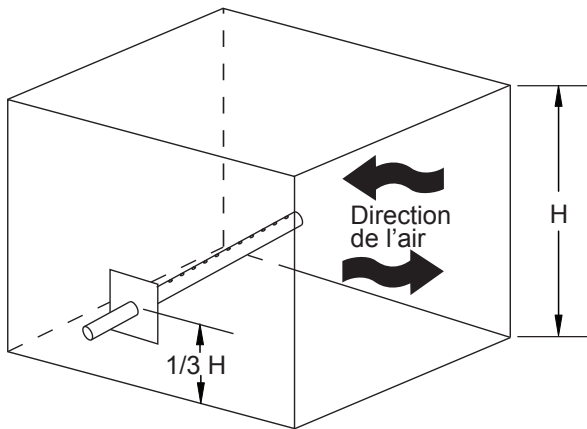
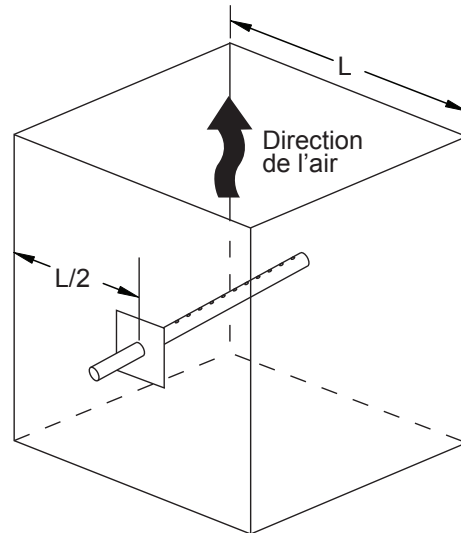

Fig. 14a CONDUIT HORIZONTAL
Fig. 14b CONDUIT VERTICAL
Une fois que l'endroit approprié a été trouvé, faites un trou d'insertion de 1-1/8" dia. dans le conduit d'air chaud pour recevoir le diffuseur de vapeur. Pour un conduit horizontal, percez le trou de 1-1/8" dia. au tiers inférieur de la hauteur du conduit. Voir Fig. 14a. Pour un conduit vertical, percez le trou de 1-1/8" dia. au milieu de la largeur du conduit. Voir Fig. 14b.
NOTE: Un tuyau à vapeur de 2 pieds est fourni avec l'unité et donc la distance entre le module de distribution et le générateur de vapeur devrait être inférieure à 2 pieds, voir figure 14a. Thermolec peut également fournir sur demande des tuyaux de vapeur de 4 pieds. Pour des distances allant jusqu'à 12 pieds, un raccordement en cuivre peut-être fourni pour raccorder des tuyaux de 4 pieds.
14.1 Une distance minimum de deux pieds séparant le module de distribution du plafond et des murs adjacents est requise. Une distance minimum de 3 pieds en face de la grille murale est également requise. Il faut donc mesurer un rectangle de $9 \frac{1}{8}$ " en largeur par $6 \frac{1}{4}$ " en hauteur. Le rectangle doit être à niveau avec le plancher. Percer ensuite un petit trou servant de guide à travers le mur pour chaque coin du rectangle. À l'aide d'une scie, couper le rectangle de coin à coin. ATTENTION: Assurez-vous de ne pas couper à travers des connections de plomberie ou d'électricité. Voir figure 14b.